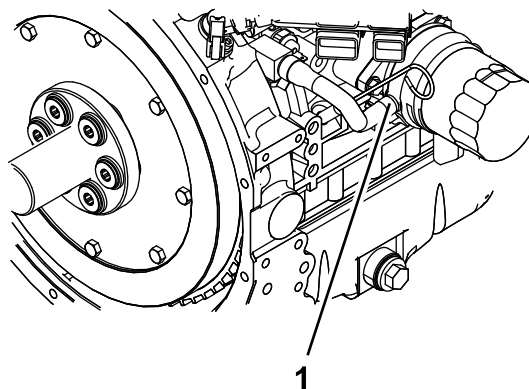

Рисунок 53
6. Вийміть шланг охолоджувальної рідини з охолоджувача масла та злийте охолоджувальну рідину з блоку двигуна (Рисунок 53).